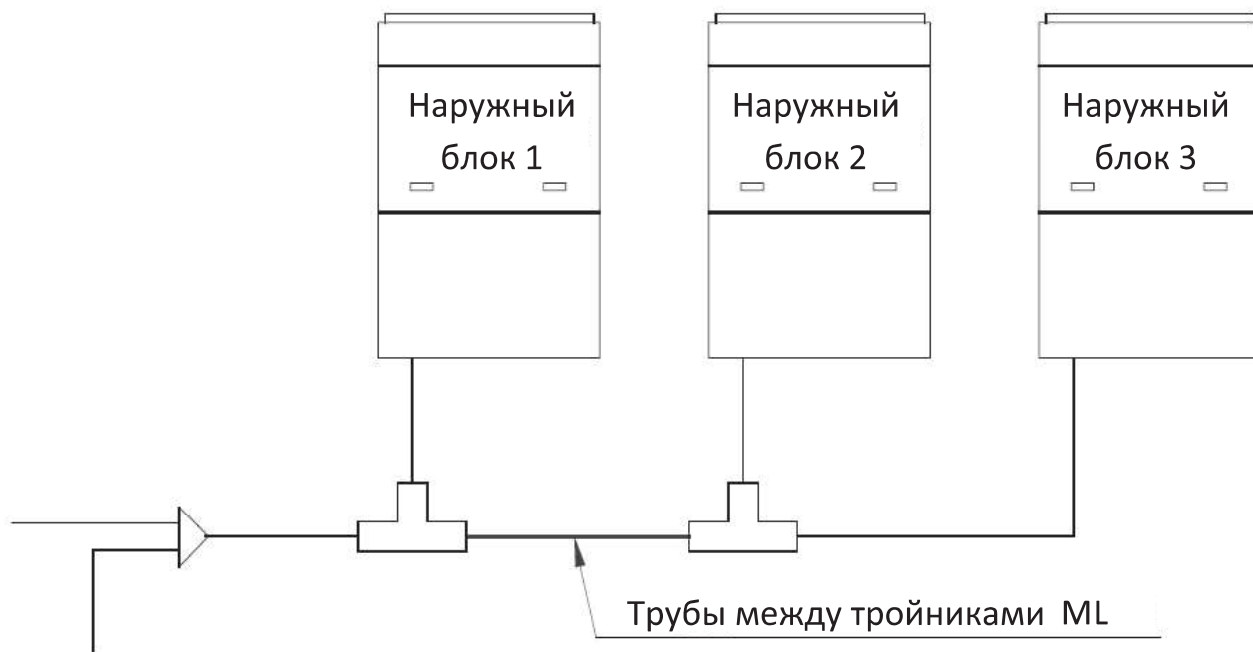

Рис. 7.3.
7.3.2.2. Диаметр труб между тройниками ML01/A (рис. 7.3.) выбирается в соответствии с таблицей 7.4.